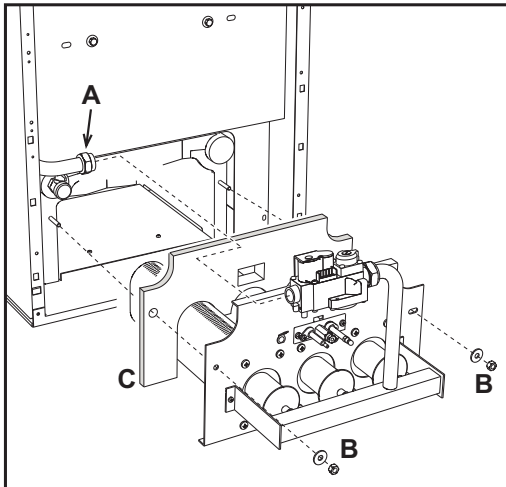

fig. 21 - Ausbau der Brenner
- Die zwei Muttern "B", mit denen die Brennkammertür an den Gussgliedern befestigt ist, lösen (fig. 21).